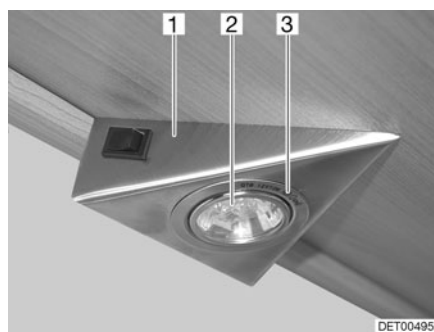

Fig. 186 Lampe halogène encastrée
La lampe halogène est encastrée dans un boîtier (Fig. 186,1).
- Desserrer la bague de recouvrement intérieure (Fig. 186,3) du boîtier avec un tournevis.
- Retirer l'ampoule halogène (Fig. 186,2).